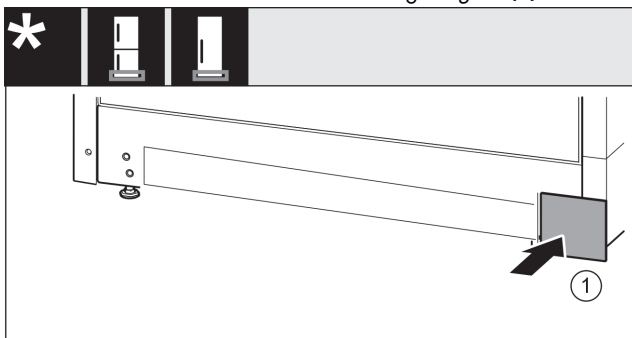

Fig. 12
- Abdeckung auf der anderen Seite wieder aufsetzen. Fig. 12 (1)